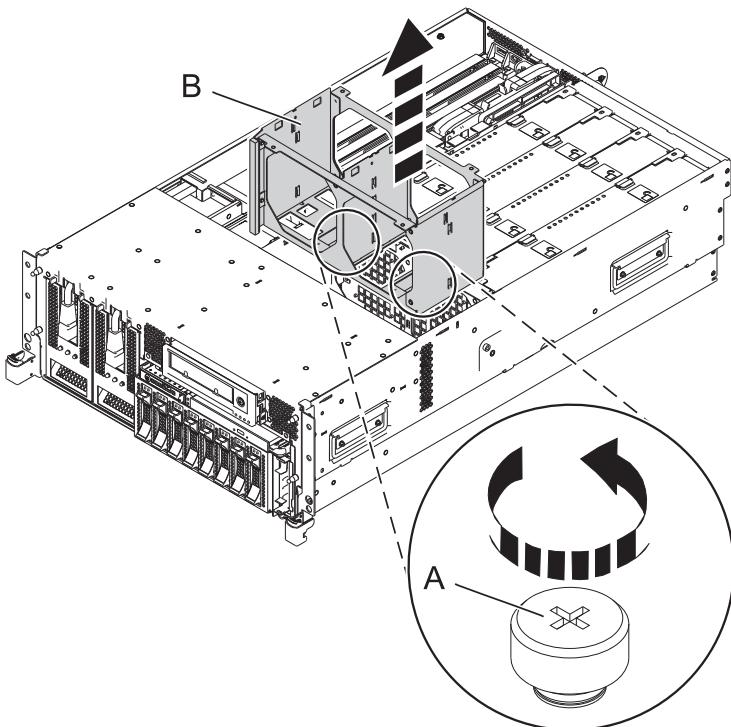

図4. システムからのファン・ケージの取り外し
- c. ファン・ケージを取り外すには、図4に示すように、2つのつまみねじ(A)を緩めて、ファン・ケージ(B)を持ち上げてシステムから外します。